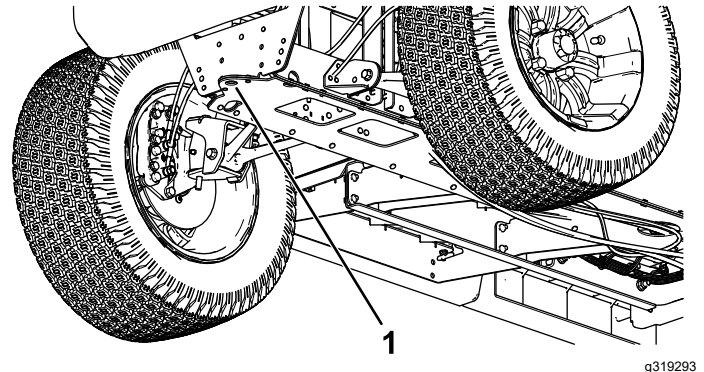

Bild 29
- Die vordere Hebestelle der Maschine befindet sich vorne am Rahmen hinter der Anhängerkupplung (Bild 29).